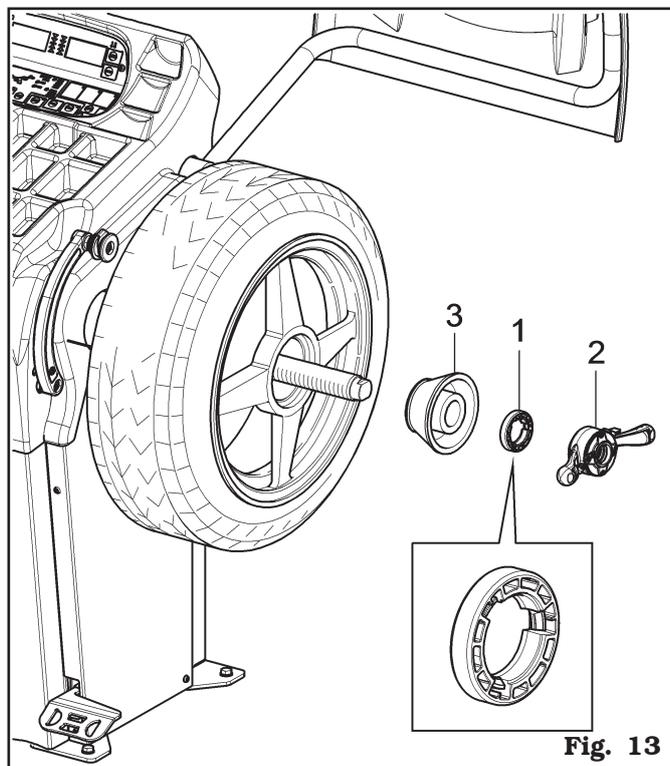

Fig. 13
7. Montar el cono (Fig. 13 ref. 3) con la parte más estrecha dirigida hacia la rueda.
8. Introducir el anillo prensador (Fig. 13 ref. 1) en la virola (Fig. 13 ref. 2) y fijar todo contra el cono (Fig. 13 ref. 3).
EL ANILLO PRENSADOR (FIG. 13 REF. 1) DEBE SER MONTADO CON EL LADO DE LOS DIENTES DIRIGIDO HACIA LA VIROLA (FIG. 13 REF. 2).